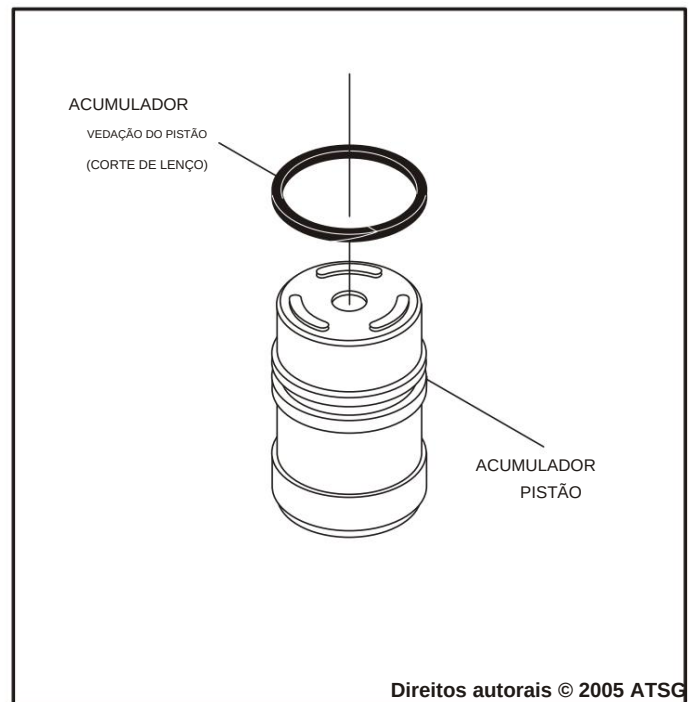

Figura 33
15. Remova e descarte todas as vedações do pistão do acumulador, conforme mostrado na Figura 33.